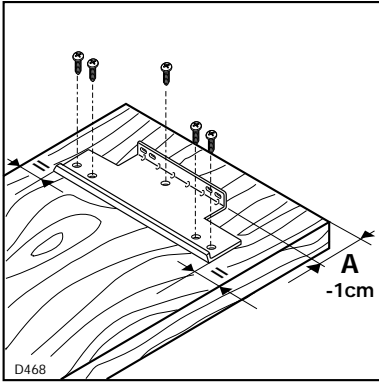

Fig. 6
Mettre le panneau la tête en bas (Fig. 6). Positionner la bride dans le haut du panneau, en faisant bien attention au fait qu'elle soit équidistante par rapport aux côtés et que son rebord du haut soit à une distance équivalente à celle de (A), moins 1 cm.